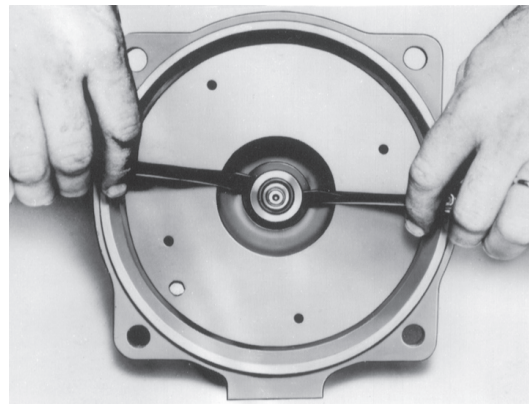

Figure 7
7. Employer deux tournevis en guise de leviers et extraire l'élément tournant du joint mécanique (383), puis le jeter (V. fig. 7).